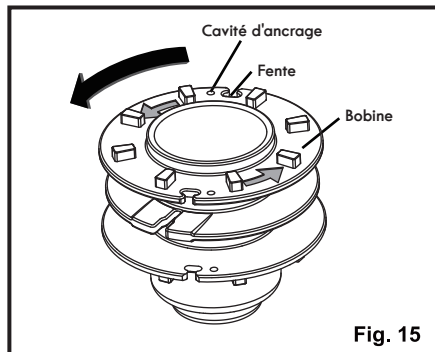

Fig. 15
- Enroulez le fil sur la bobine. Faites-le en suivant le sens indiqué sur la bobine (Fig. 15 & 17).